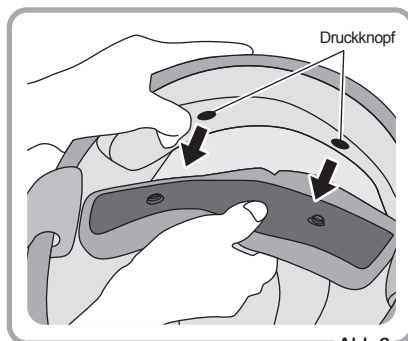

Abb.2
- ② Öffnen Sie die zwei Druckknöpfe an der Rückseite. Anschließend kann das Innenpolster abgenommen werden. Abb. 2)